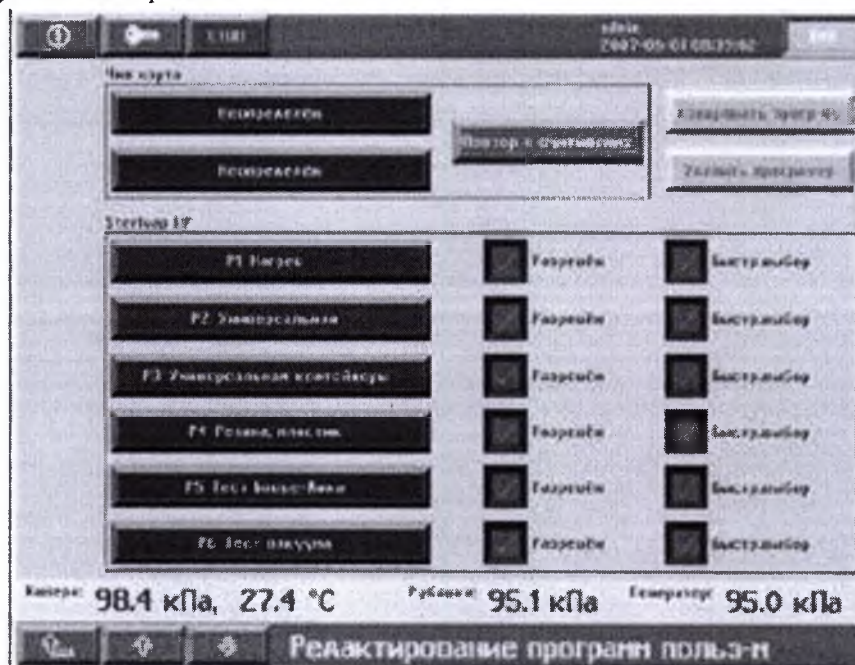

Рисунок 34 Выбор программ
- Нажмите соответствующие кнопки программ рисунок 34, которые хотите скопировать, а затем – кнопки на стороне чиповой карты для определения места, куда будете копировать.